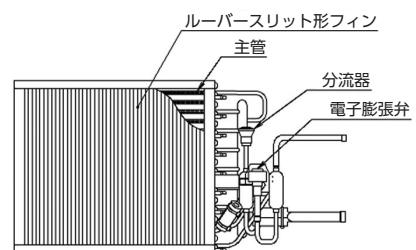

図3-16 直膨コイル
- コイルは主管内の冷媒がルーバースリット形フィンの伝熱面を介して空気と熱交換する装置です。(図3-16参照)